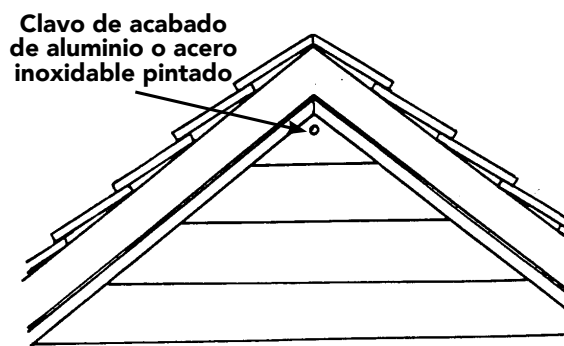

Figura 45
- Tendrá que sujetar el último panel del pico del hastial con un clavo para molduras. Esta es una de las únicas ocasiones en que debe colocarse un clavo en la cara del revestimiento vinílico (Figura 45). La longitud mínima del sujetador debe ser suficiente para penetrar el revestimiento de otro sustrato clavable y en el marco en un total de 1 1/4" (32 mm) como mínimo o de acuerdo con las instrucciones de instalación del fabricante.